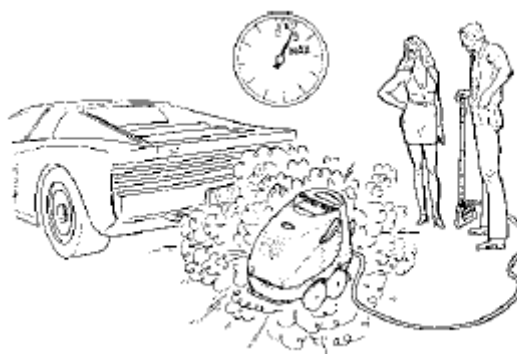

рис.1
1. Не оставляйте включенный аппарат с закрытым пистолетом более, чем на 5 минут. Так как по истечению этого срока помпа (насос) начинает перегреваться, что в свою очередь может стать причиной поломки аппарата или травмы пользователя (рис.1).